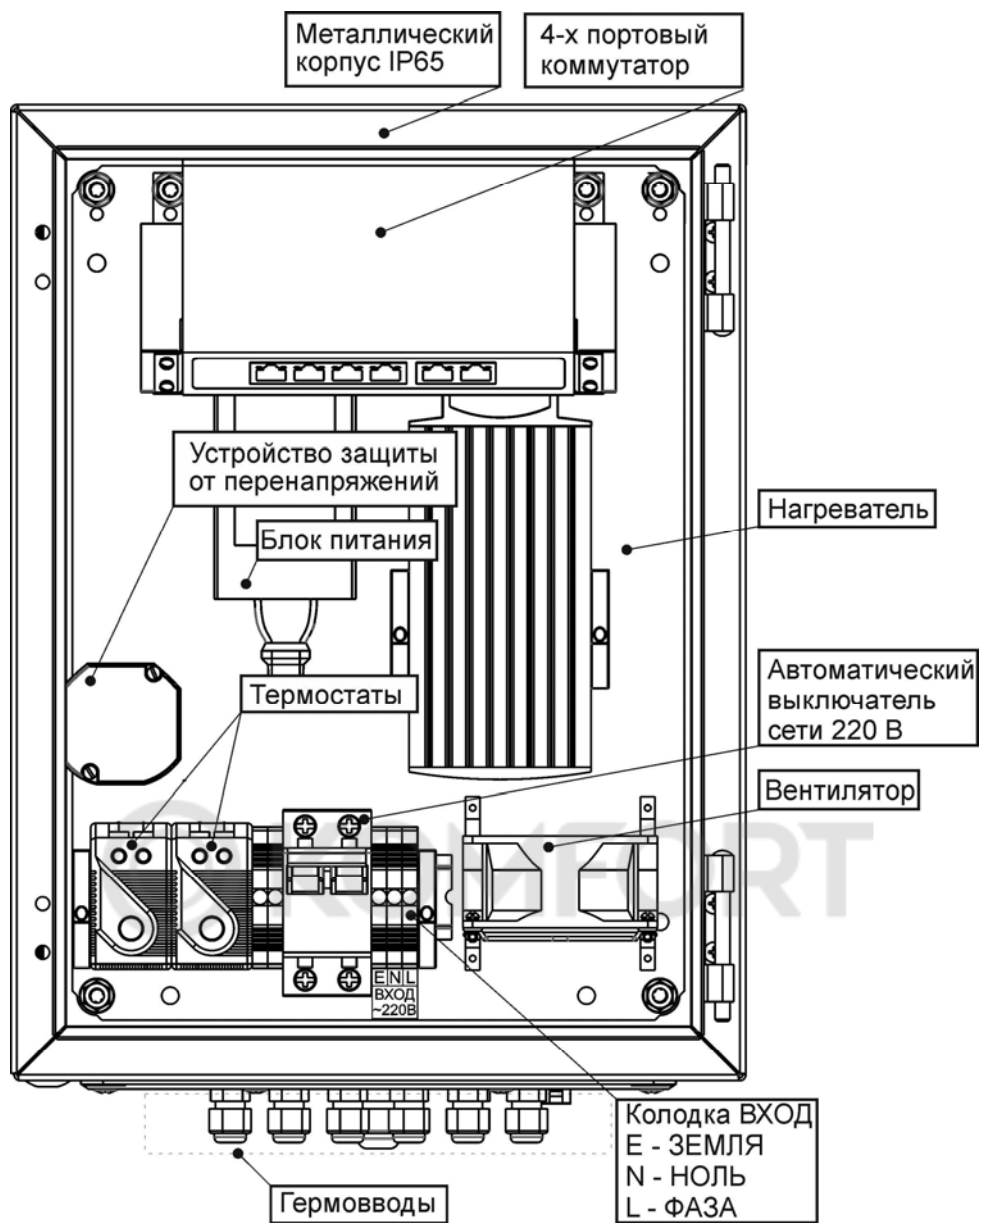

Рисунок 3 - вид изделия с открытой дверцей
При открытой дверце осуществляется доступ к 4-х портовому коммутатору (далее по тексту: коммутатор), автоматическому выключателю и клеммной колодке ВХОД ~ 220В расположенной на DIN-рейке (см. рисунок 3).
- Провод заземления подключите к клемме Е (ЗЕМЛЯ) на колодке «ВХОД» (см. рисунок 3).
- Подключите, соблюдая фазировку, к клеммам колодки «ВХОД» изделия сетевые провода N (НОЛЬ) и L (ФАЗА) (см. рисунок 3).